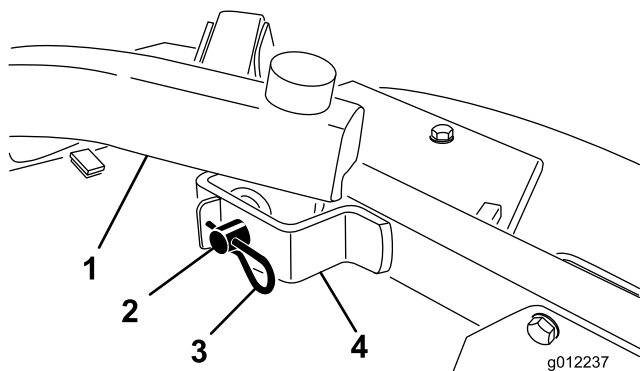

図 21
- 昇降アームをキャスタアームブラケットに固定しているヘアピンコッターとクレビスピンを外す 図 21。